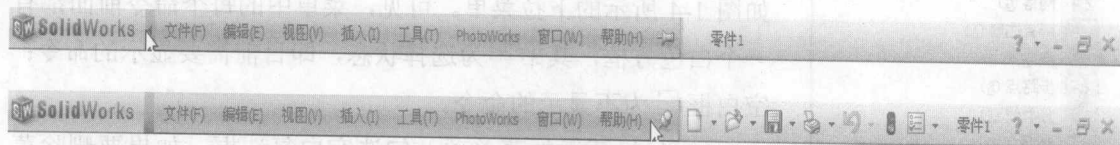

图 1-2 SolidWorks 2008 的标题栏（显示菜单栏以及将菜单栏固定的不同状态）
(1) 菜单栏: SolidWorks 2008 隐藏了主菜单, 当用户单击菜单栏, 将显示 SolidWorks 菜单, 主菜单中包含了大部分的 SolidWorks 命令。同时用户也可以单击  按钮, 将菜单栏固定显示, 如图 1-2 所示。
(2) 前导视图工具栏: 位于文件窗口的顶部居中位置, 这里为用户提供了常用的操纵视图的工具栏, 如放大、缩小、视图方位、更改视图显示方式等。
(3) 帮助和弹出式工具栏: 单击  (帮助) 按钮, 弹出“SolidWorks 2008 在线帮助指南”窗口, 单击“SolidWorks 帮助”主菜单。SolidWorks 2008 提供了一种弹出式的工具栏, 如果一个工具栏中的按钮旁边附加有下箭头形式的按钮, 则单击下箭头, 可弹出一组工具, 便于用户选择使用。
(4) 任务窗格和切换按钮: 任务窗格是与管理 SolidWorks 2008 文件有关的一个工作窗口。通过任务窗格, 用户可以查找和使用 SolidWorks 2008 文件。另外, 一些 SolidWorks 集成插件也使用任务窗格作为其界面的组织形式, 如 Photo Works。